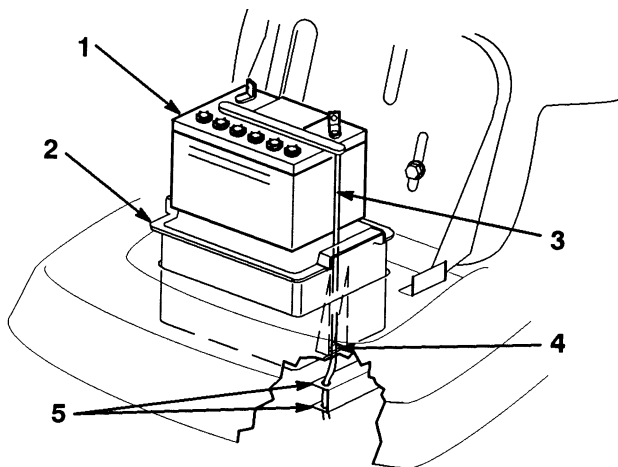

Fig. 22
5. Ta batterikassen, batteriet og det lange lufterørret av rammen (fig. 22).
1. Sett batteriet i batterikassen og skyv lufterøret inn i kanalen og gjennom slissen i kassens bunn (fig. 22).
VIKTIG: Se ned i utsparingen hvor batterikassen skal sitte i rammen. Legg merke til hullet i enden av høyre del (fig. 22). Du må alltid sette batteriet slik at det lange lufterøret kommer gjennom hullet—dette vil hindre at batterisyren kan korrodere klipperen og trekkenheten.
2. Sett batterikassen med batteriet på plass i rammen (fig. 22). Husk å stikke enden av lufteslangen ned i hullet i rammen (fig. 22).